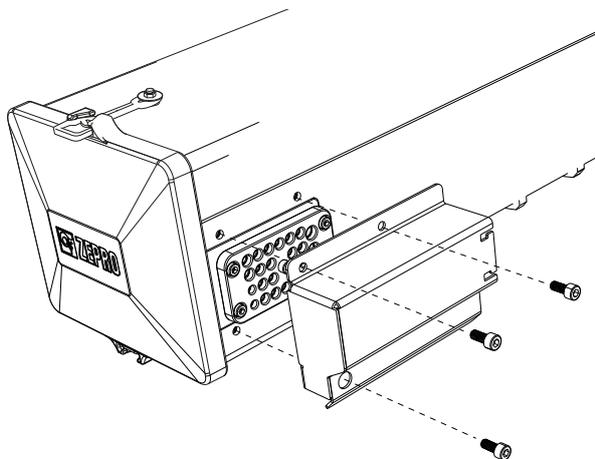

Figure 60. Capot de protection du presse-étoupe maintenu par trois vis
1. Retirez le couvercle de protection du passe-câble, il est monté avec trois vis, voir Figure 60.
2. Fixez le capot de protection du presse-étoupe avec les trois vis correspondantes, voir sections Figure 60.